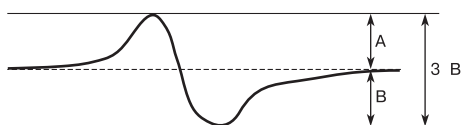

Рис. 11. Вид S-кривой в режиме поиска фокуса
*Проверка вида S-кривой в режиме поиска фокуса.* При этой проверке с помощью осциллографа наблюдается форма напряжения ошибки фокусировки на выходе соответствующего дифференциального усилителя в режиме поиска фокуса, когда фокусирующая линза оптического адаптера совершает перемещения вверх-вниз. Вид волны сигнала (S-кривая) должен соответствовать образцу, приведенному на рис. 11, при симметричности кривой и размахе между пиками 3 В.